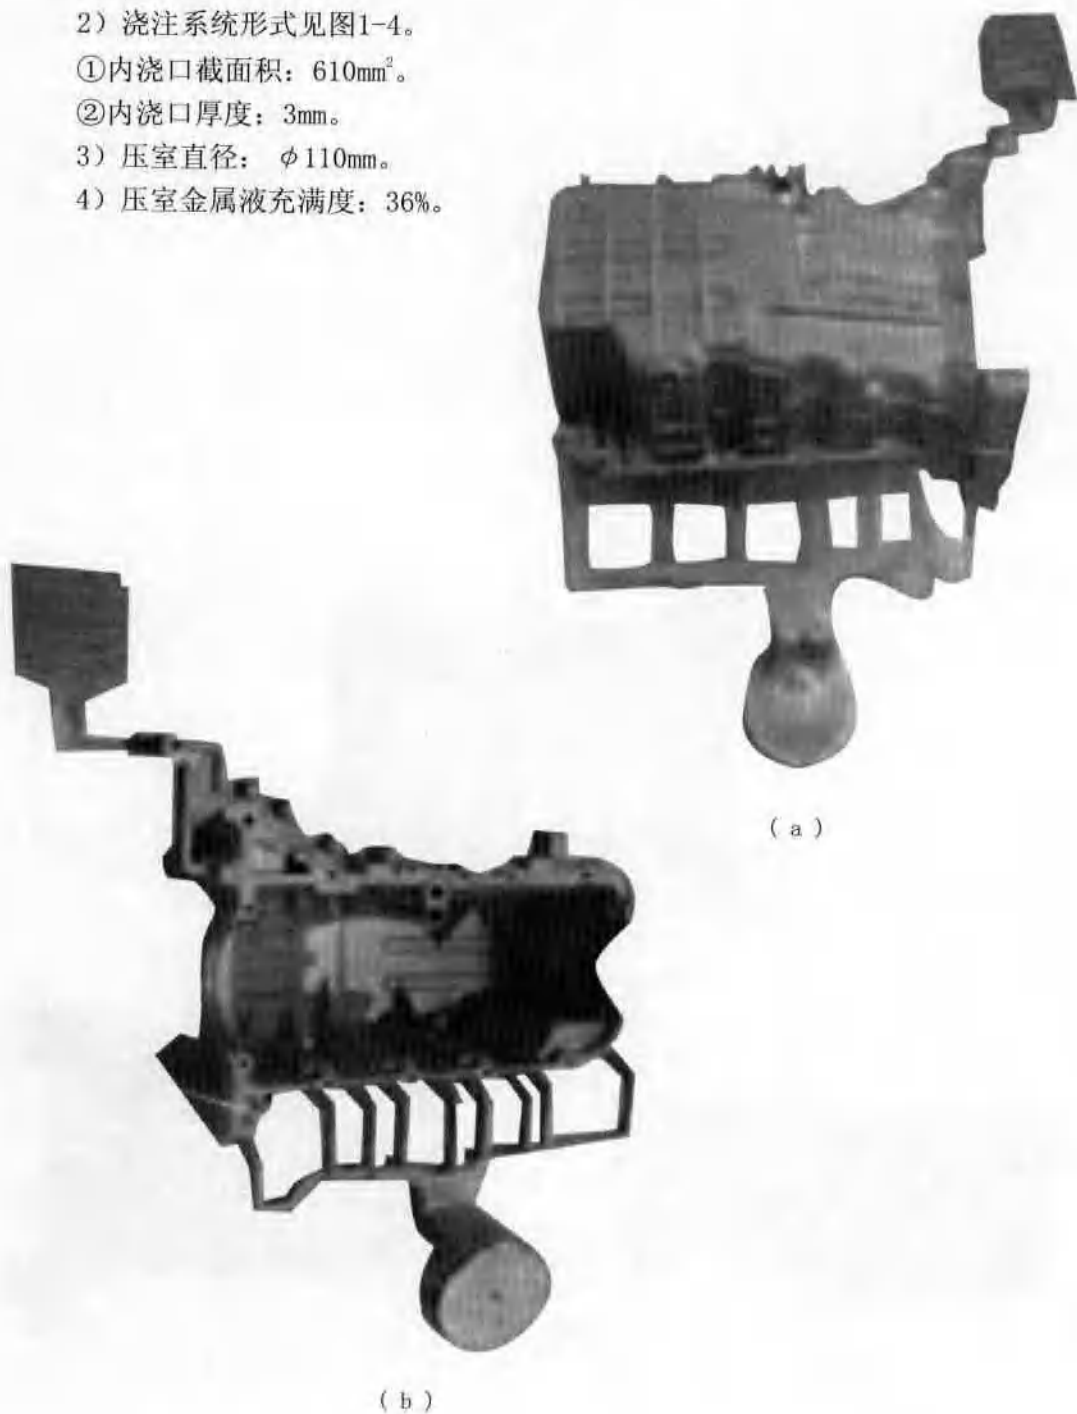

图1-4 浇注系统形式
- 2) 浇注系统形式见图1-4。
- ①内浇口截面积: 610mm^2 。
- ②内浇口厚度: 3mm。